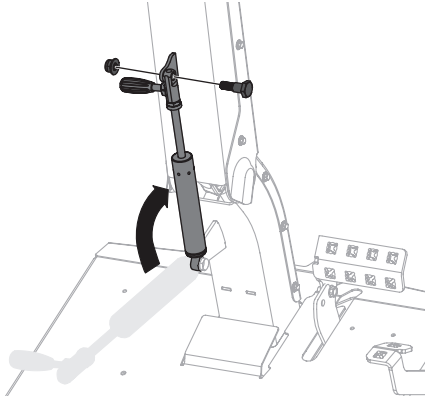

Figure 13
4. Tenez-la en position relevée et, de l'autre main, relevez le cylindre en prenant soin d'aligner les trous sur le haut du cylindre avec ceux sur les plaques de montage sous la colonne de direction (Figure 13).
5. Placez, de droite à gauche, la rondelle plate et le boulon à épaulement dans les trous alignés à l'étape 4. Fixez-les avec l'écrou autobloquant à bride. Serrez le boulon à un couple de 14 à 16 N m (de 120 à 144 po-lb) (Figure 13).